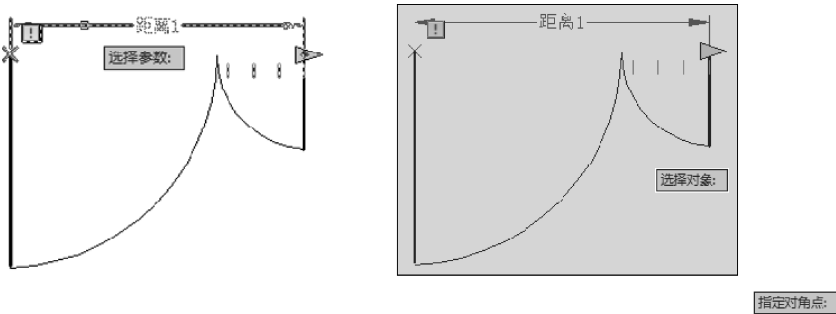

图 6-54 添加“缩放”动作
7) 在“块编写”选项板中单击“动作”选项卡→“缩放”按钮，将“距离”参数作为与动作关联的参数，并选择要进行缩放的图形对象，如图 6-54 所示。